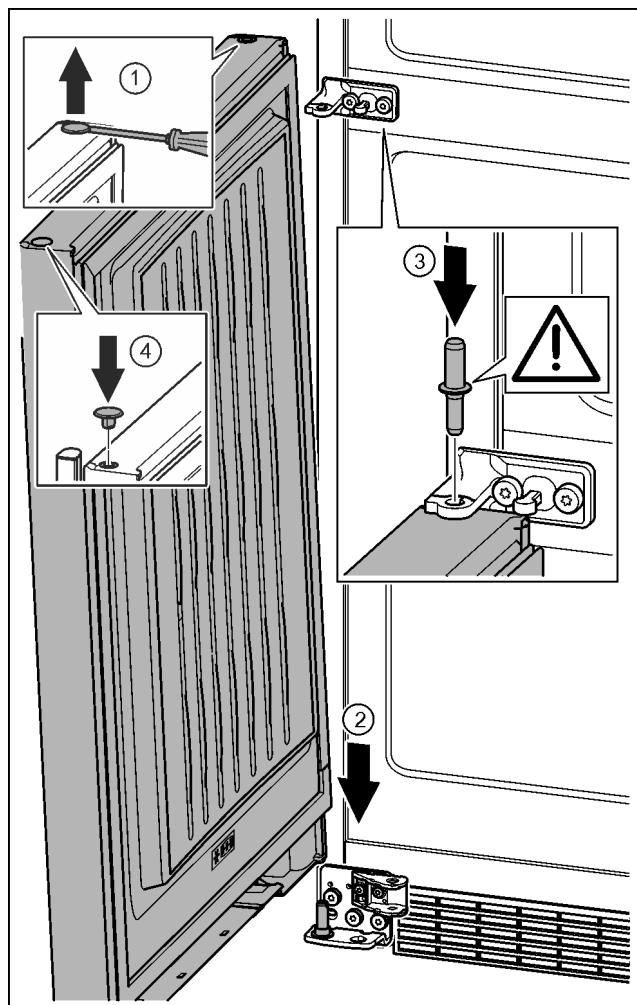

Fig. 35
- ▶ Stop voorzichtig met een sleufschroevendraaier optillen en eruit trekken. Fig. 35 (1)
- ▶ Deur van boven op de onderste lagerbout plaatsen. Fig. 35 (2)
- ▶ Het midden van de lagerbout door het midden van de lagerbus in de onderste deur aanbrengen. Let op dat de vergrendelnok naar achter wijst. Fig. 35 (3)
- ▶ Stop op de andere deurzijde weer aanbrengen. Fig. 35 (4)